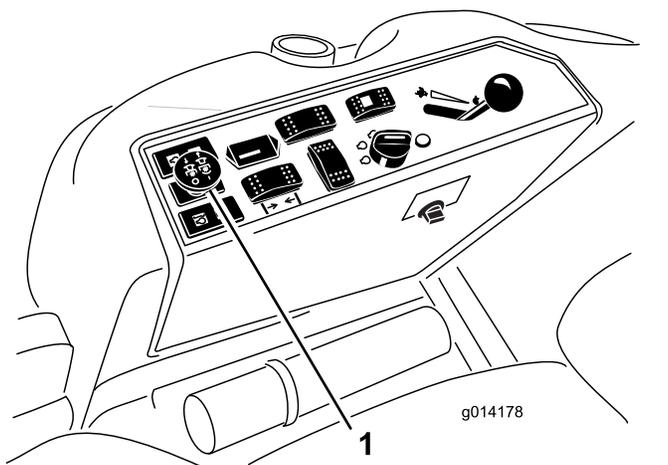

Рисунок 24
3. Чтобы включить механизм отбора мощности, потяните вверх переключатель PTO (Рисунок 24).